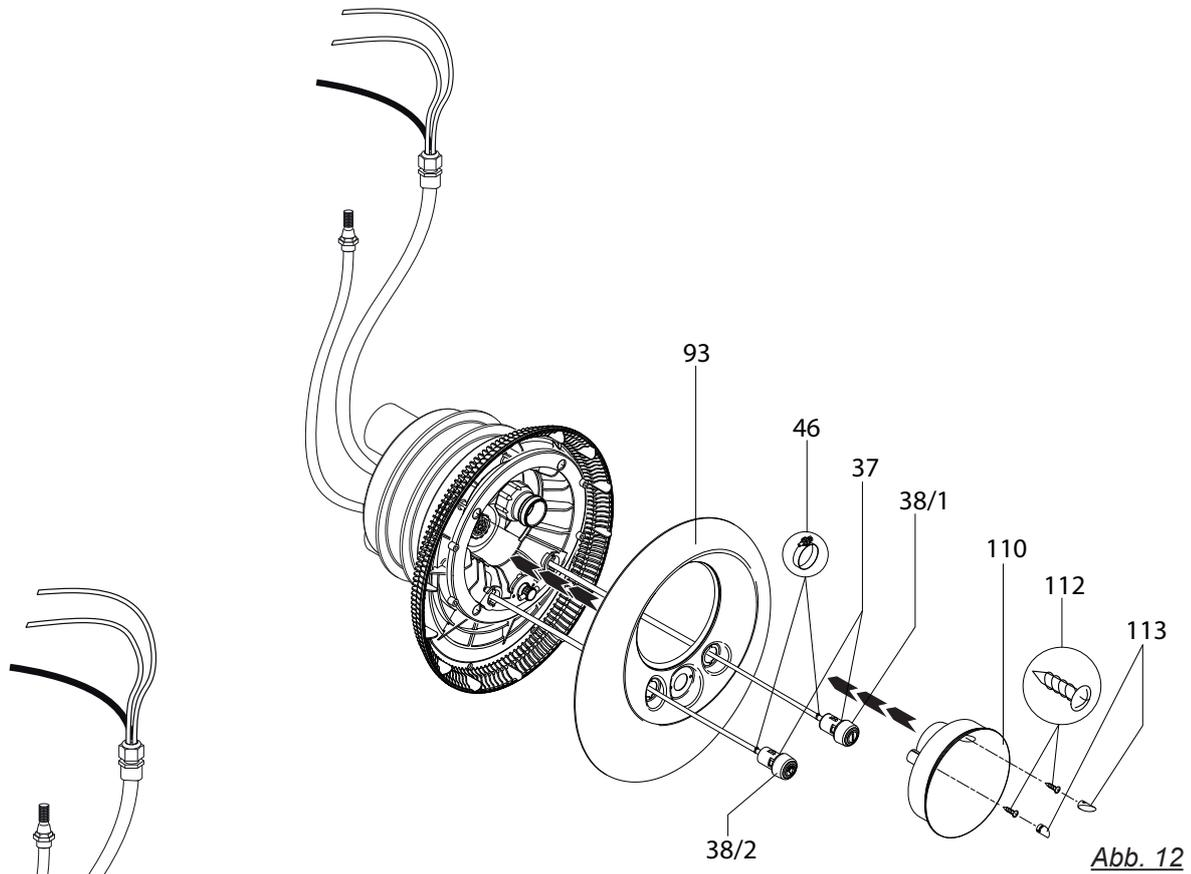

Abb. 12
- 8) Pneumatikschläuche durch die Öffnungen in der Edelstahlblende (93) führen (Licht EIN-AUS links; Pumpe EIN-AUS rechts) und an den entsprechenden Tastern mit den Schlauchklemmen (46) befestigen. (Abb. 12)